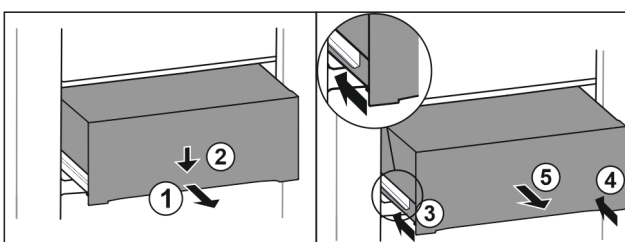

Fig. 121
- ▶ Изтеглете чекмеджето наполовина. Fig. 121 (1)
- ▶ Натиснете надолу чекмеджето от предната страна. Fig. 121 (2)
- ▶ Вкарайте лявата релса приблизително 2 cm навътре. Fig. 121 (3)
- ▶ Вкарайте дясната релса приблизително 2 cm навътре. Fig. 121 (4)
- ▶ Извадете чекмеджето напред. Fig. 121 (5)